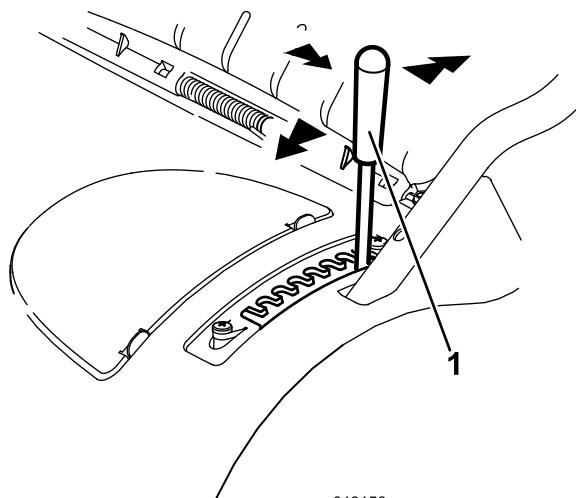

Figura 11
1. Sujete la palanca y tire hacia un lado para liberarla de la muesca de bloqueo (Figura 11).
2. Empuje la palanca hacia adelante para bajar la altura de corte, o tire de la palanca hacia atrás para elevar la altura (Figura 11).
3. Suelte la palanca en la posición deseada y asegúrese de que queda firmemente bloqueada en una de las ocho muescas de ajuste (Figura 11).